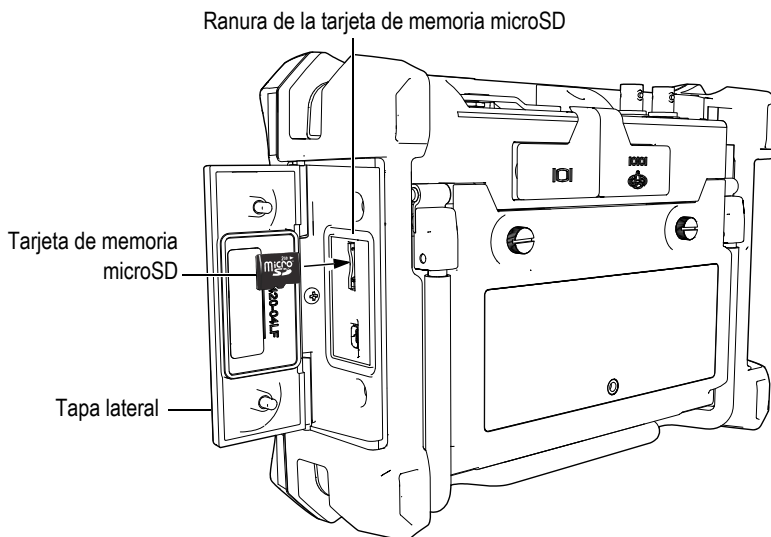

Figura 1-19 Instalación de la tarjeta de memoria microSD
2. Suelte los dos tornillos de apriete manual; después, abra la cubierta protectora para la conexión al PC (vea la Figura 1-19 en la página 63).